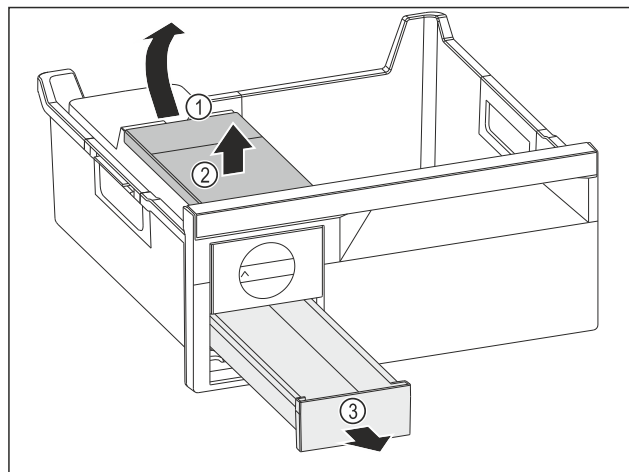

Fig. 129
- ▶ Odstranjevanje rezervoarja za vodo: Dvignite rezervoar za vodo za izrez Fig. 129 (1).
- ▶ Rezervoar za vodo Fig. 129 (2) dvignite in odstranite.
- ▶ Predal za ledene kocke Fig. 129 (3) povlecite naprej in odstranite.